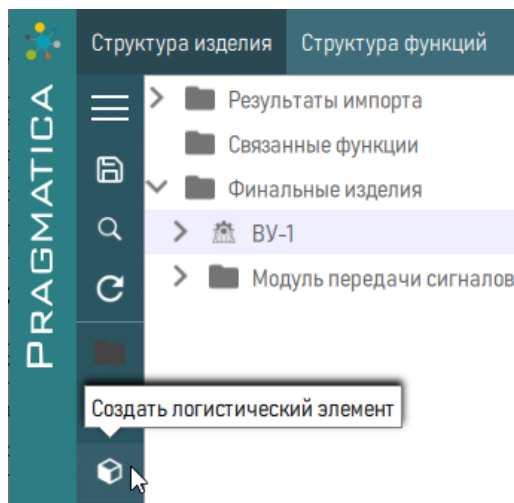

Рисунок 156 – Создание логистического элемента
- 1) Выбрать финальное изделие и нажать кнопку  «Создать логистический элемент», расположенную слева на панели (рисунок 156).